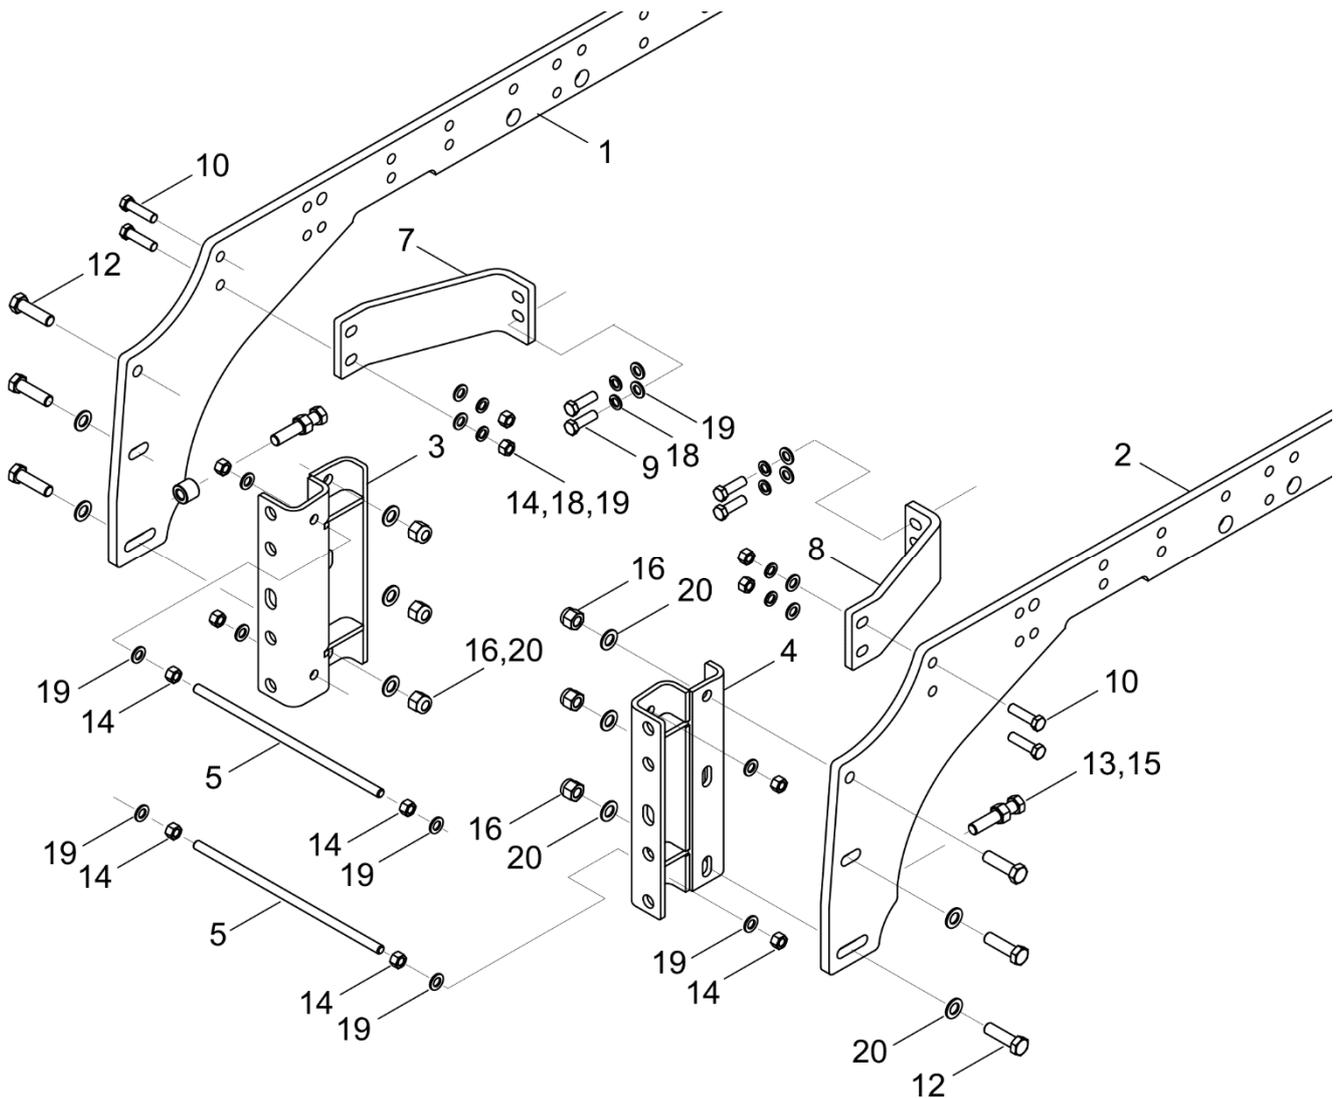
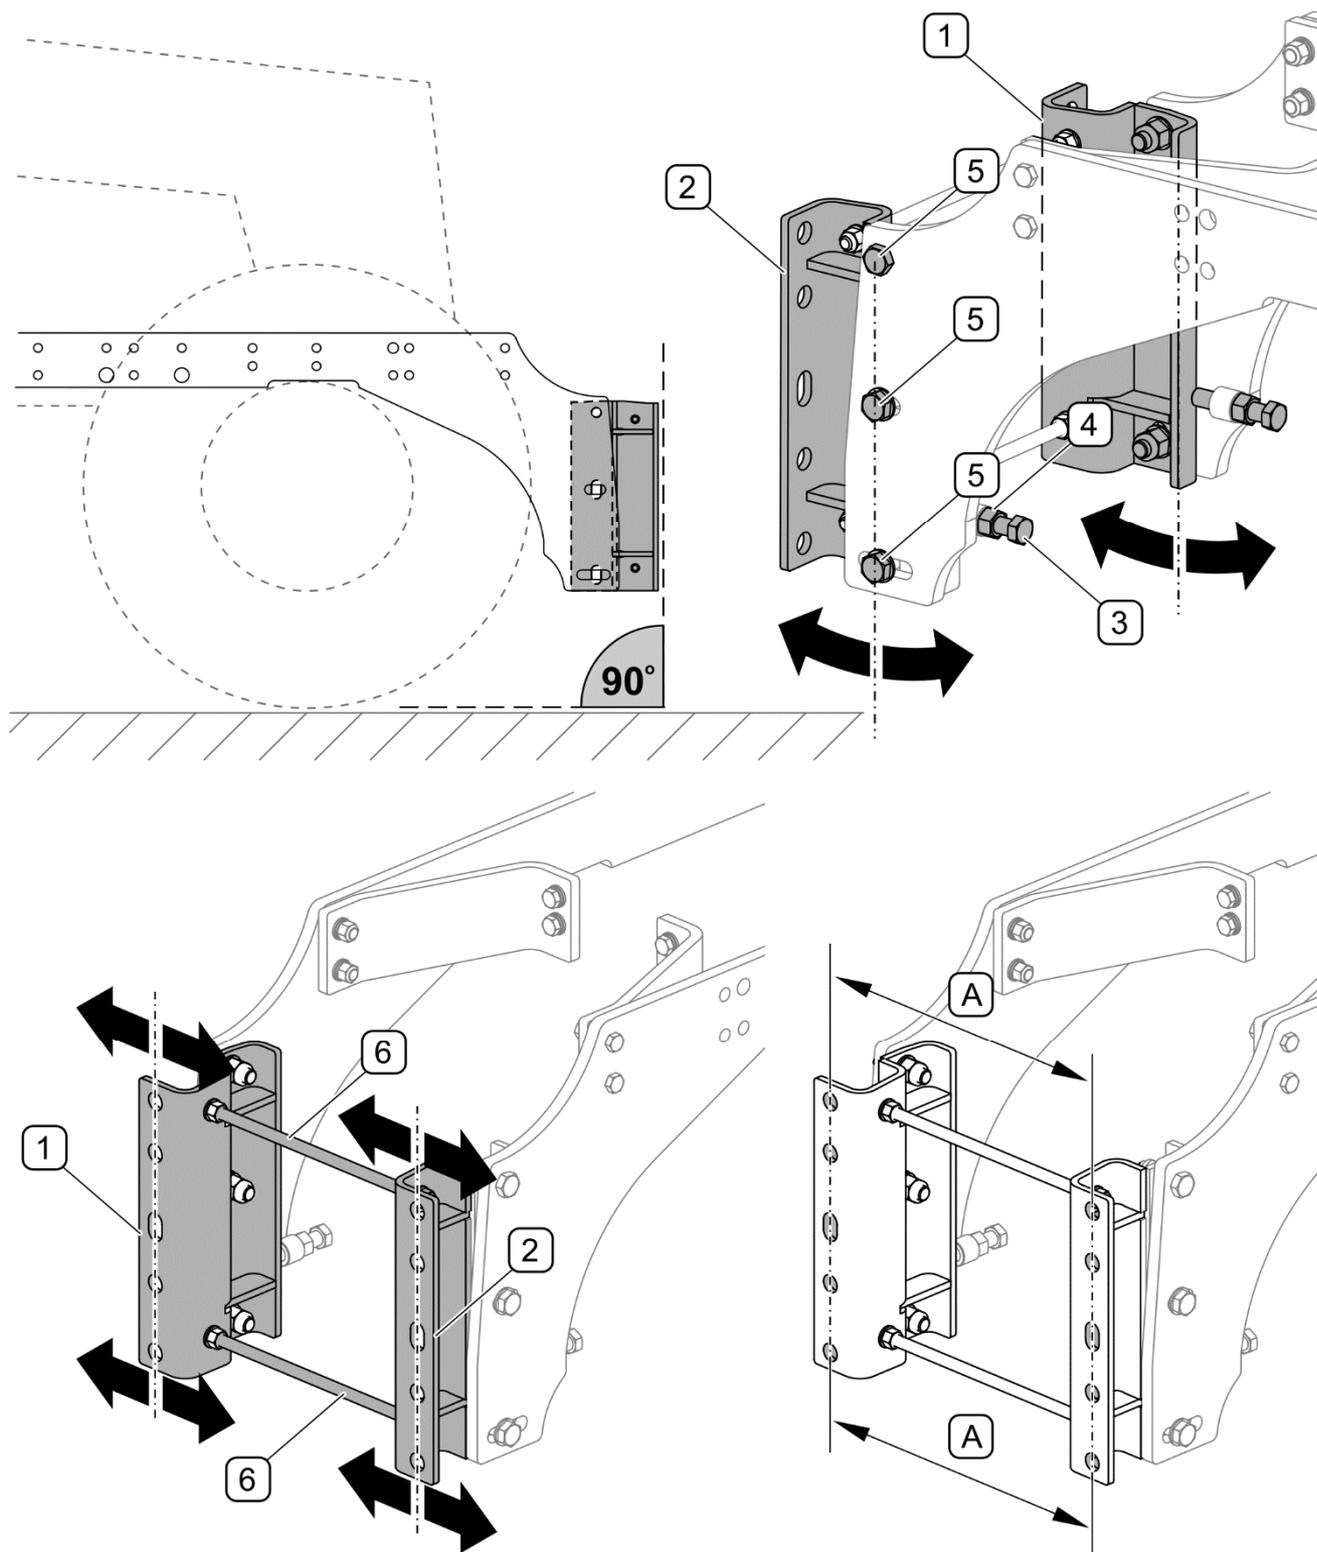

РИСУНОК 4.5 Монтаж несущей рамы снегоотвала (трактора *PRONAR* и *BELARUS*)
РИСУНОК 4.6 Регулировка несущей рамы снегоотвала (PRONAR, BELARUS)
Если предполагается, что снегоотвал PU-2200E будет работать с тракторами 82A/82SA/TSA/1025A первой или второй генерации и BELARUS 820/920/952 третьей или четвертой генерации, не оснащенные передней трехточечной системой навески, то необходимо установить на тракторе соответствующую несущую раму (РИСУНОК 4.5).
(1) - правая планка; (2) - левая планка; (3) - правый кронштейн; (4) - левый кронштейн; (5) - стяжной болт; (7) - правая стяжка; (8) - левая стяжка; (9) - болт М16х50-8.8; (10) - болт М16х60-8.8; (12) - болт М20х70-8.8; (13) - болт М20х100-8.8; (14) - гайка М16-8; (15) - гайка М20-8; (16) - контргайка М20-8; (18) - упругая шайба Z16,3; (19) - шайба 16-100HV; (20) - шайба 20-100HV
Правую (1) и левую (2) планки необходимо прикрепить вместо демонтированных усиливающих планок полурамы трактора (РИСУНОК 4.5). Стяжки (7) и (8) соединить с планками (1) и (2) и предварительно привинтить на место крепления кронштейна для балластных грузов. Болты (9) и (10) можно затягивать только после отрегулирования кронштейнов (3) и (4). Закрепить кронштейны (3) и (4) с внутренней стороны планок (1) и (2) (не затягивать крепежные болты). Чтобы можно было правильно закрепить снегоотвал на несущей раме, необходимо ее соответственно отрегулировать (РИСУНОК 4.6)
(1) - правый кронштейн; (2) - левый кронштейн; (3) - регулировочный болт;
(4) - контргайка; (5) - крепежный болт; (6) - стяжной болт; (A) - 487 мм (правильное осевое расстояние между крепежными отверстиями)
Правый (!) и левый (2) кронштейны установить вертикально (РИСУНОК 4.6) при помощи регулировочных болтов (3) и затянуть контргайки (4) и крепежные болты (5).
При помощи гаек стяжных болтов (5) установить кронштейны так, чтобы расстояние между осями отверстий для крепления рамки снегоотвала составило $A = 487$ мм (РИСУНОК 4.6).
С целью обеспечения оптимальной эксплуатации необходимо установить корпус снегоотвала горизонтально (крепёжная рамка системы навески снегоотвала должна располагаться перпендикулярно плоскости очищаемой поверхности). Выравнивание корпуса снегоотвала на транспортных средствах с трехточечной системой навески осуществляется при помощи центральной сцепки (). Снегоотвал, приспособленный для присоединения к специальной несущей раме (к тракторам PRONAR и BELARUS без передней трехточечной системы навески), требует соответствующей установки кронштейнов несущей рамы на тракторе (РИСУНОК 4.6)